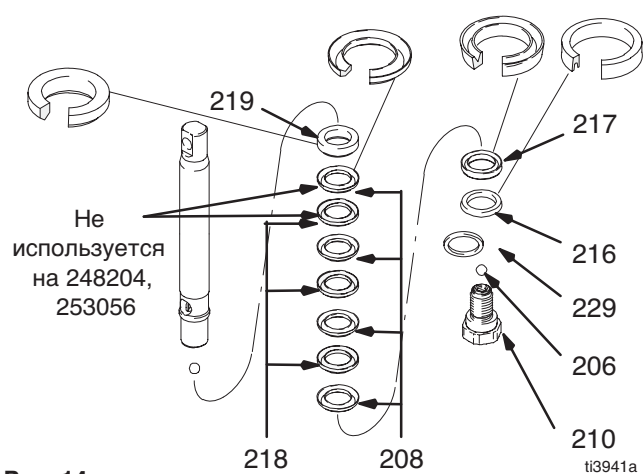

Рис. 14
Рис. 14. Перед сборкой замочите все кожаные уплотнения в масле SAE 30 W, как минимум, на 1 час. Набейте сальник (219), вставляемый внутрь, на шток поршня. Либо набейте полиэтиленом сверхвысокого молекулярного веса (208) и установите кожаное уплотнение (218) на шток поршня (отметьте положение). Установите наружный сальник (217). Установите грязеотъемник поршня (216) и зубчатую шайбу (229) (обратите внимание на ориентацию) на клапан поршня (210). Специальной уплотнительной пасты на резьбе клапана поршня хватает на четыре смены уплотнений. После четырех смен уплотнений нанесите на резьбу клапана поршня пасту Loctite®.